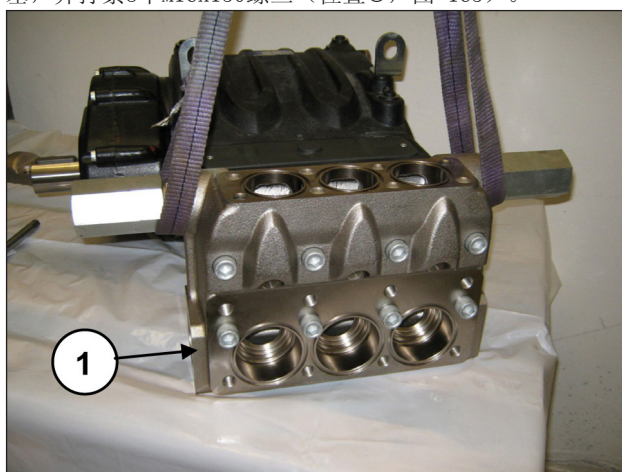
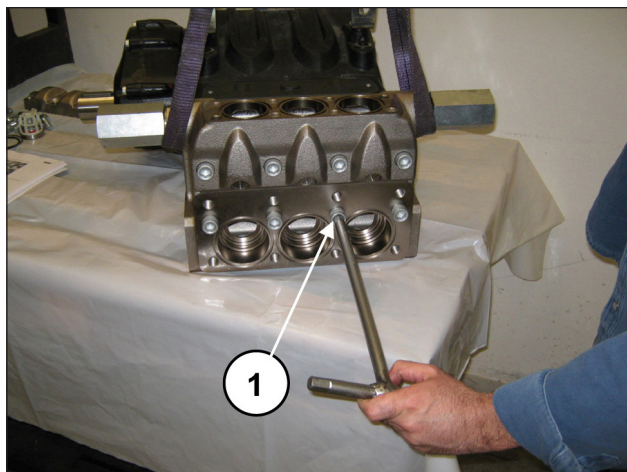

图 164
图 165
将泵头安装在泵壳（位置①，图 164）上，注意不要碰到活塞，并拧紧8个M16x150螺丝（位置①，图 165）。